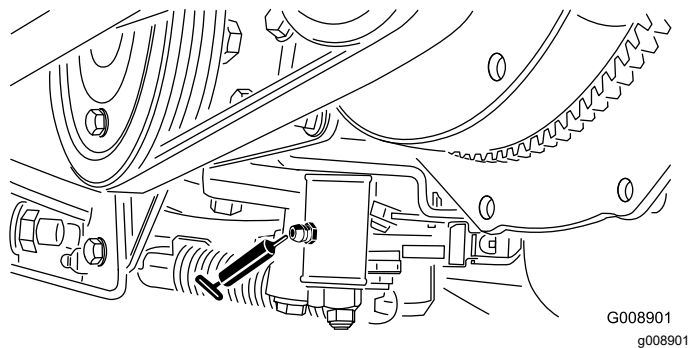

図 67
2. 後ホイールモータの下部分で機体をジャッキアップする 図 67。
- ニュートラル調整機構 図 67